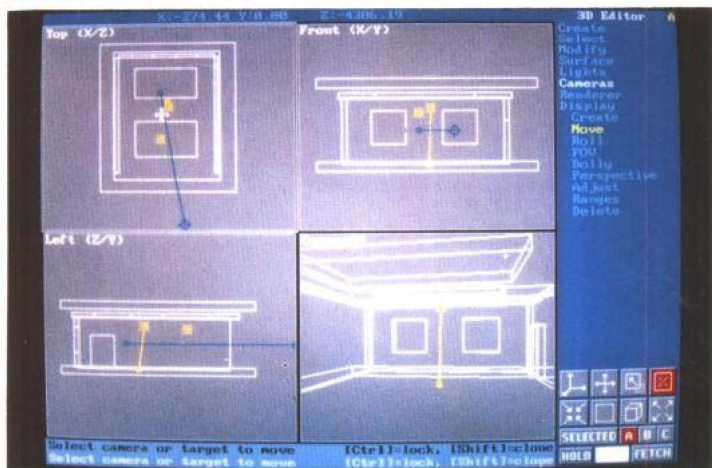

图 5
2. 选择 LIGHTS/OMNI/CREATE 激活 TOP 视图,在 X:-1192.79、Y:0.00、Z:-7362.35 处按左键生成泛光灯,在对话框中拖动 L 滑板,使数值达到 220 后按 CREATE 键,并可选择 LIGHTS/OMNI/MOVE,点取某个视图对泛光灯位置进行调整。(见图 5)